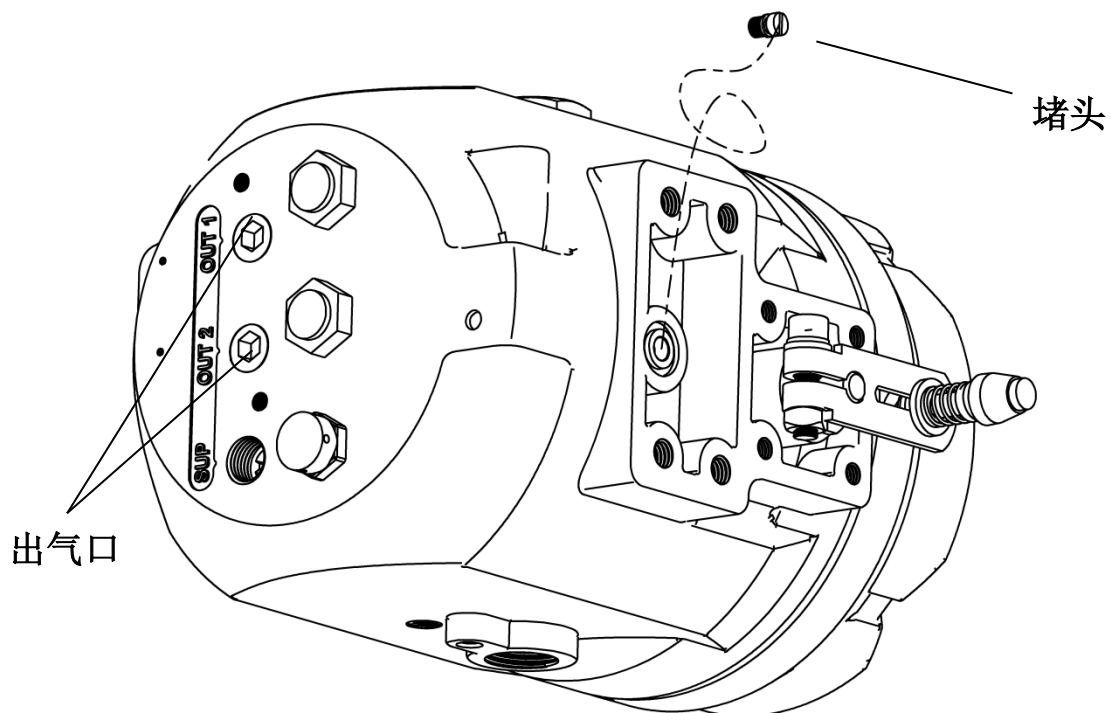

图21. 堵头和出气口示意图
- 用一字螺丝刀拆除壳体背面的无管路连接口的堵头，用 1/4"堵头堵住出气口 OUT1 和 OUT2。如图 21 所示。